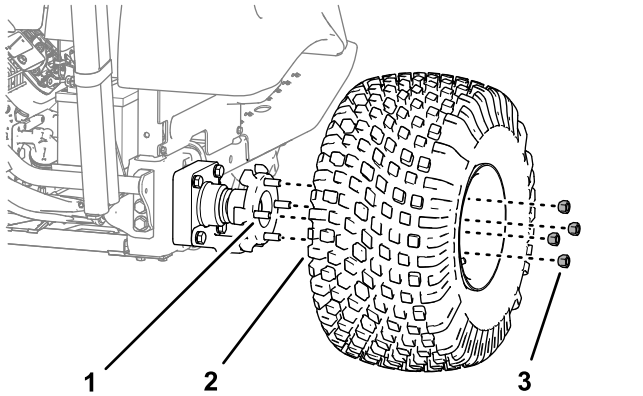

Figura 29
2. Retire as quatro porcas das rodas que prendem a roda ao cubo e retire a roda e pneu (Figura 29).
7. Monte o pneu e a roda nos parafusos do cubo da roda (Figura 29) com as quatro porcas das rodas que removeu no passo 2 e aperte as porcas à mão.